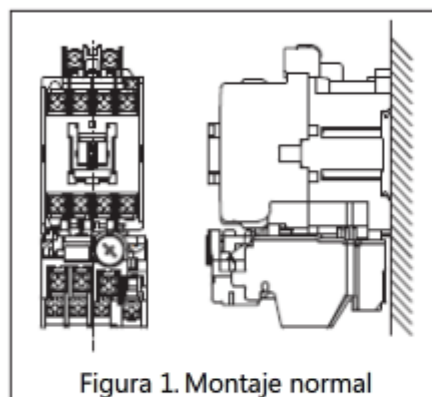
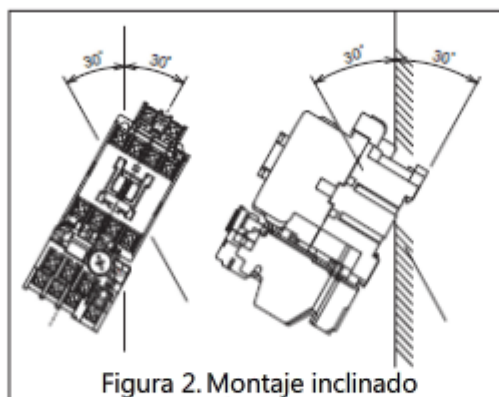

Figura 1. Montaje normal
Figura 2. Montaje inclinado
2. Normalmente, deberá montar el equipo verticalmente y perpendicularmente a la superficie, tal como se muestra en la Figura 1, pero se admite el montaje con una inclinación de hasta 30 grados en cada dirección (Figura 2).